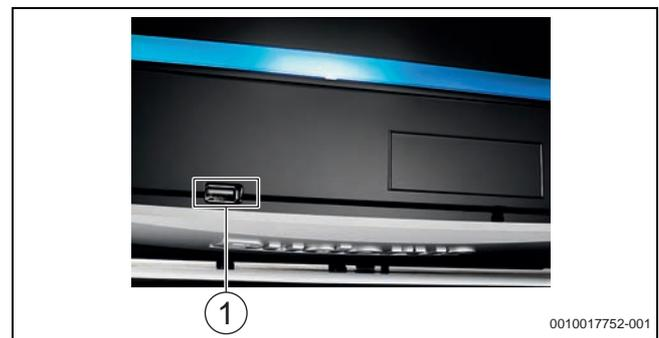

Bild 103 USB-Schnittstelle: Nutzung mit USB-Stick
- Handelsüblichen USB-Stick direkt am Regelgerät in die USB-Schnittstelle einstecken (→ Bild 103)